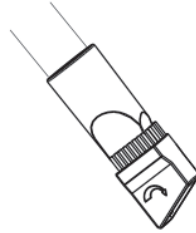

Fig. 8 – Bocal para rincones sin la escobilla
- La boca para rincones puede ser utilizado sin la escobilla, conforme la Fig. 8.